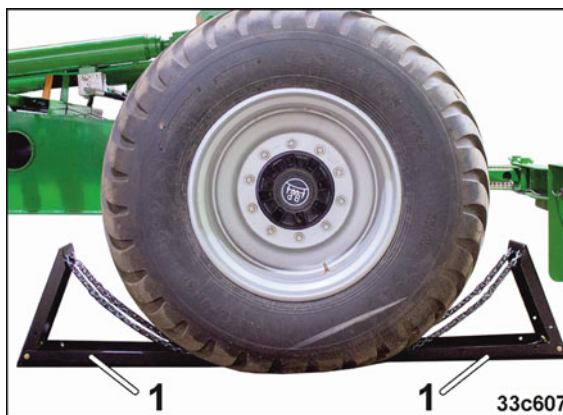

Рис. 146
1. Проверьте, чтобы машина была зафиксирована противооткатными упорами для колес (Рис. 146/1).